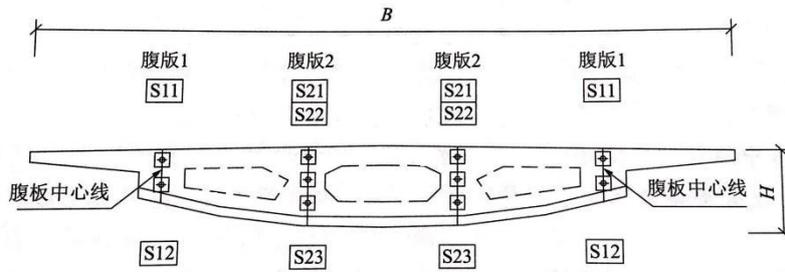

图 5-2 主线跨线桥 I 第 2 联箱梁预应力张拉端钢绞线束横断面布置示意图
主线跨线桥 I 的第 2 联为 (30m+48m+30m) 预应力混凝土连续箱梁, 其预应力张拉端钢绞线束横断面布置如图 5-2 所示。预应力钢绞线采用公称直径 ϕ 15.2mm 高强度低松弛钢绞线, 每根钢绞线由 7 根钢丝捻成而成。代号 S22 的钢绞线束由 15 根钢绞线组成, 其在箱梁内的管道长度为 108.2m。
5. 事件三中，写出预应力钢绞线张拉顺序的原则，并给出图 5-2 中各钢绞线束的张拉顺序。（用图 5-2 中所示的钢绞线束的代号“S11~S23”及“→”表示）
6. 事件三中，结合背景资料，列式计算图 5-2 中代号为 S22 的所有钢绞线束需用多少米钢绞线制作而成？